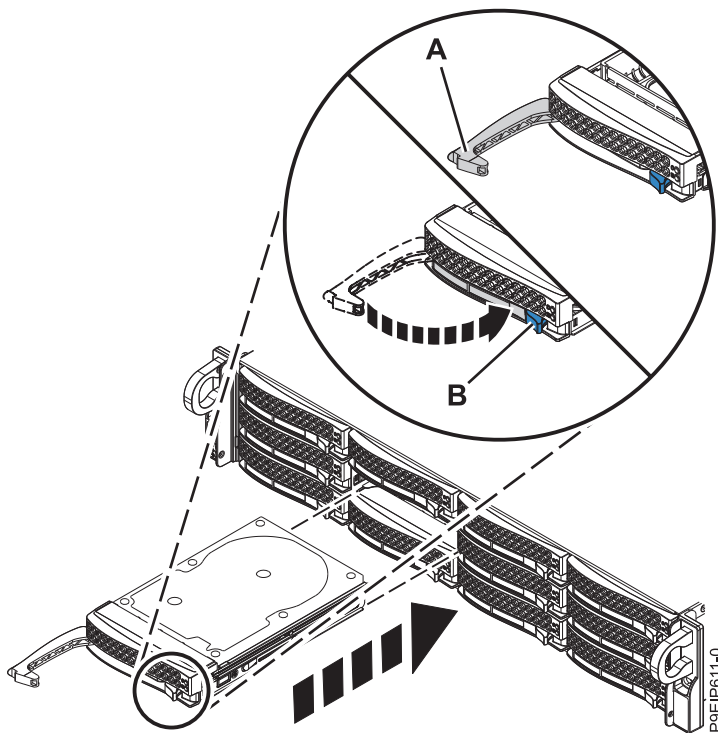

Figura 8. Detalhe da trava da unidade de disco
4. Trave a alça do compartimento de unidade **(A)** empurrando a liberação da alça até que ela trave em **(B)** conforme mostrado na Figura 8 na página 9.